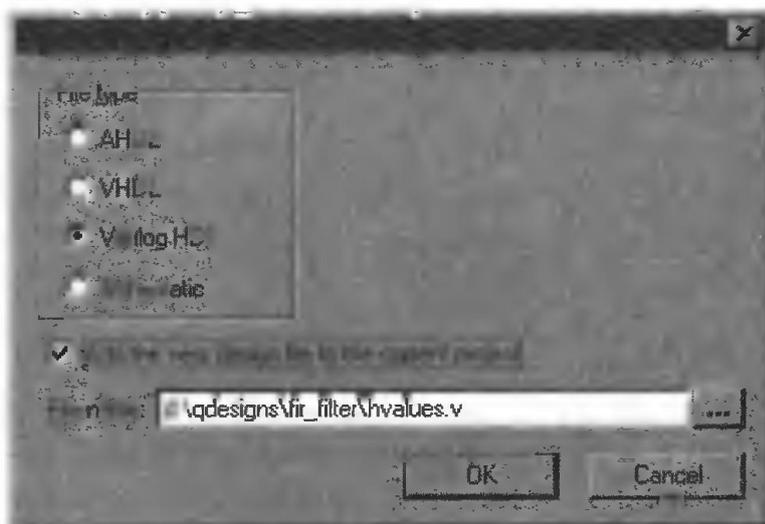

Рис. 3.30
5. Проверьте, чтобы в строке **File name** (имя файла) отображался файл **hvalues.v**, расположенный в рабочем каталоге проекта **fir_filter** (рис. 3.30).